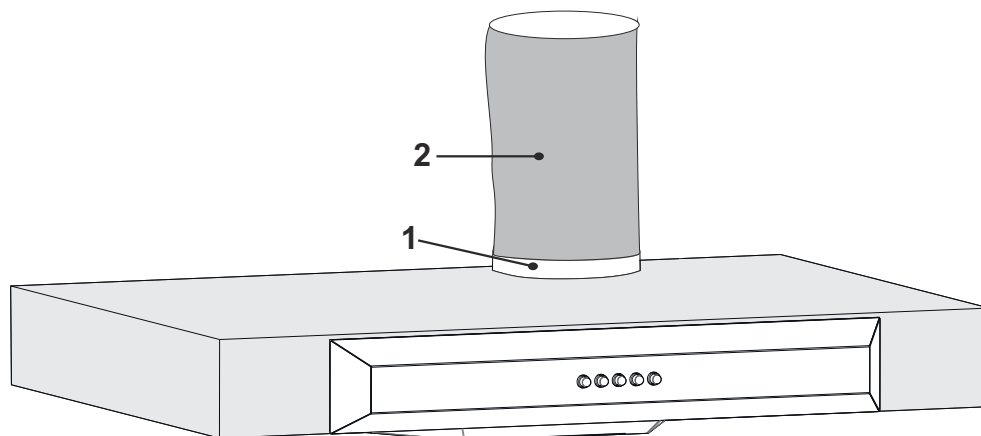

Fig. 15
5. ➔ Montere nu din ventilationsrør på emhætten (Fig. 15).